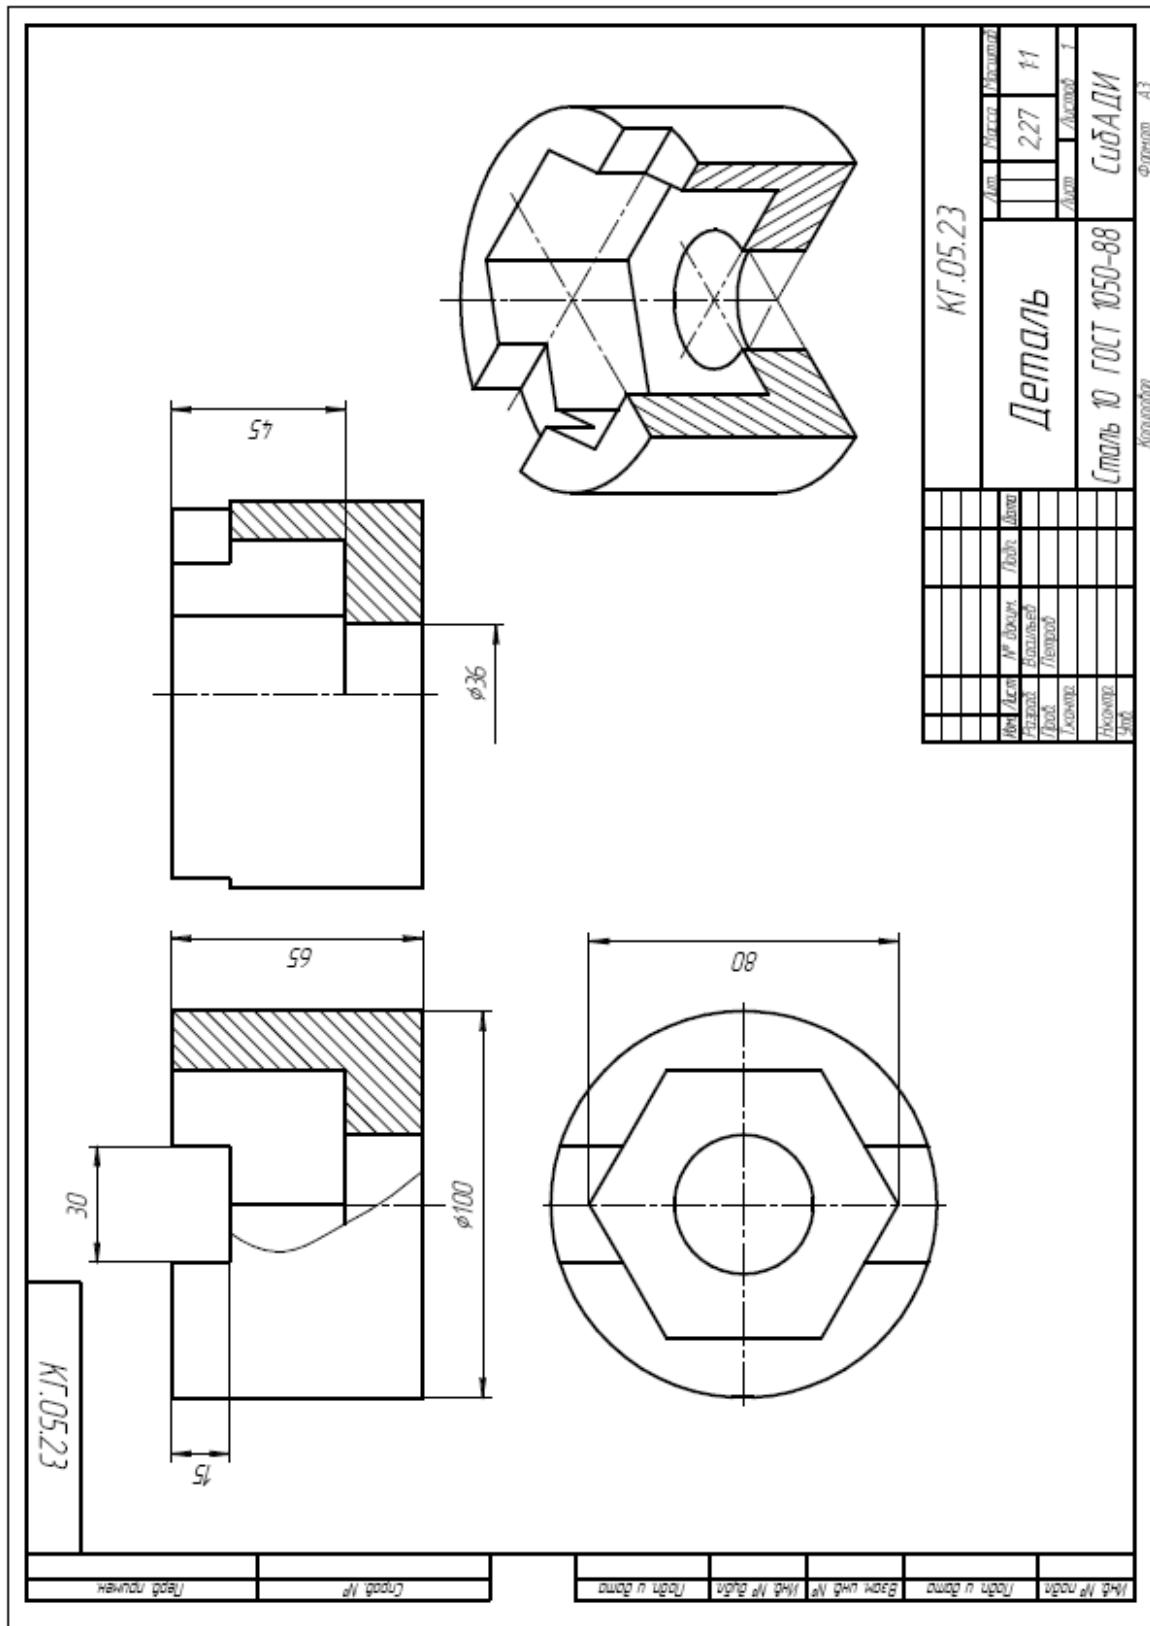

Рис. 3.60. Пример выполнения задания №5
В результате выполнения задания будут освоены операции построения и редактирования геометрических объектов с помощью трехмерного твердотельного моделирования, приведенные на рис. 3.56, 3.57, 3.58, 3.59 и выполнена графическая работа, пример которой дан на рис. 3.60. Предлагается следующую последовательность операций:
9. Создать рабочий чертеж детали «Цилиндр» (рис. 3.60).
9.5. Для дальнейшего редактирования чертежа необходимо в **Дереве построения видов** активизировать каждый вид по очереди и выполнить редактирование проекций, используя команды **Инструментальных панелей Геометрия, Редактирование** и т.д. Нанести размеры в соответствии с образцом чертежа (см. рис. 3.60).